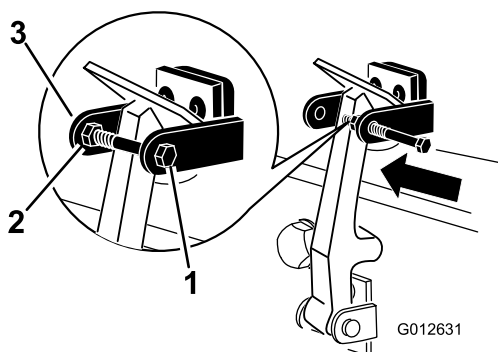

図 8
8. フードラッチブラケットのもう一つのアームにボルトを取り付けてラッチをロックする図 8。ボルトをしっかり締め付けるが、ナットは締め付けない。